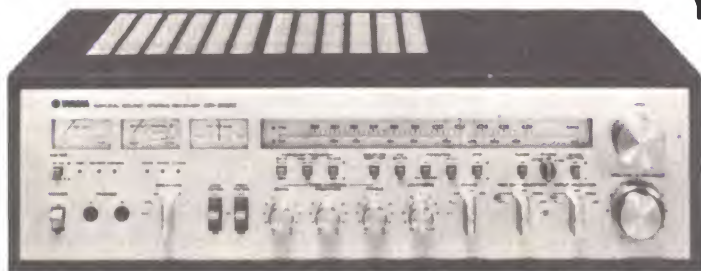

*Fig. 3 - Disegno in grandezza naturale, piano di foratura del circuito stampato e disposizione dei componenti su esso.*
**Costruzione** - E' accettabile qualsiasi tecnica costruttiva, ma un circuito stampato è forse il mezzo più facile e più ordinato per montare il circuito. Nella *fig. 3* sono riportati il disegno con relativo piano di foratura di un circuito stampato adatto e la disposizione dei componenti. Completato il montaggio del progetto, questo può essere racchiuso in qualsiasi scatola adatta o anche dentro la chitarra. Se si decide il montaggio dentro lo strumento, si faccia in modo che le batterie siano accessibili per la sostituzione.